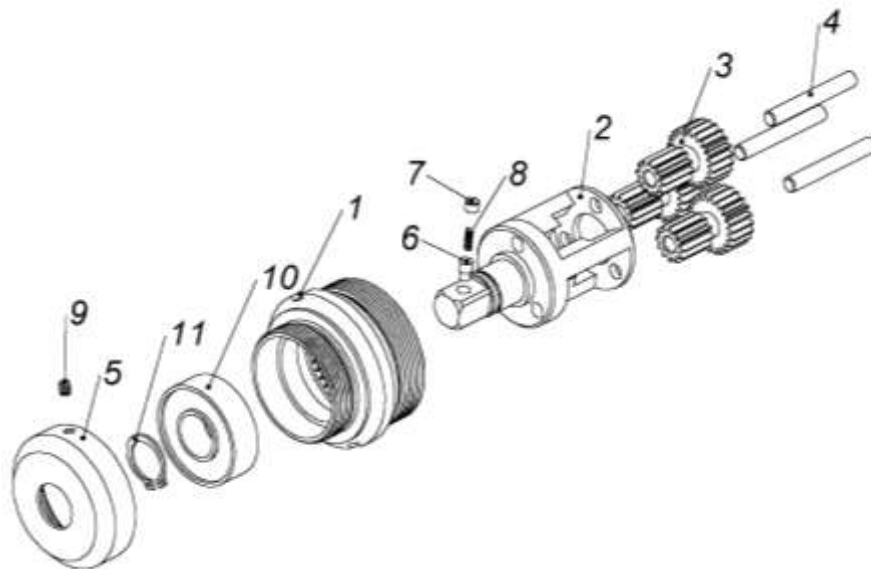

Рис. 8 .
ПЛАНЕТАРНЫЙ РЕДУКТОР Р500 (Рис. 8.)
- Напрессовать подшипник поз.10 (рис. 8), установить кольцо поз.11 (рис. 8), крышку поз.5 (рис. 8) и винт поз.9 (рис. 8).